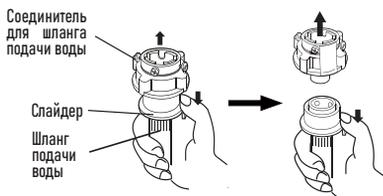

Рисунок 2
2. Опустите ползунок вниз для отсоединения соединителя водопроводного шланга от входного узла (см. рисунок 2).